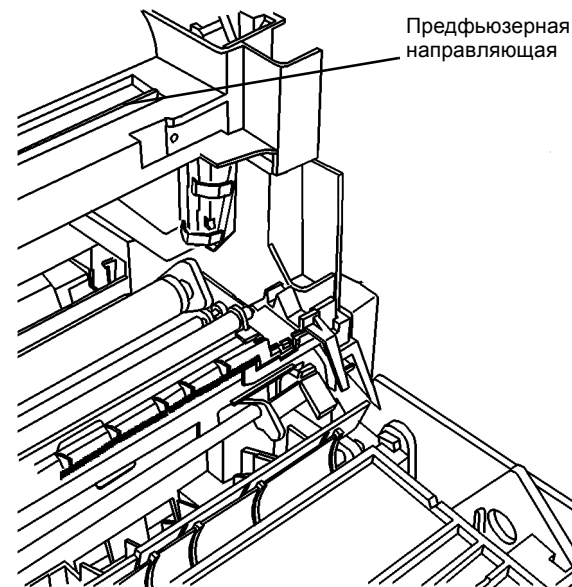

Рисунок 1 Предфьюзерная направляющая
- Почистите полированную предфьюзерную направляющую (Рисунок 1). Эта направляющая находится под модулем фьюзера. Проверьте, что эта направляющая гладкая и не имеет заусенцев. Небольшая зазубрина может привести к локальному размыванию изображения, поскольку транспортируемая бумага ударяется о нее и подскакивает. При обнаружении зазубрин и заусенцев постарайтесь удалить их напильником или мелкой шкуркой.